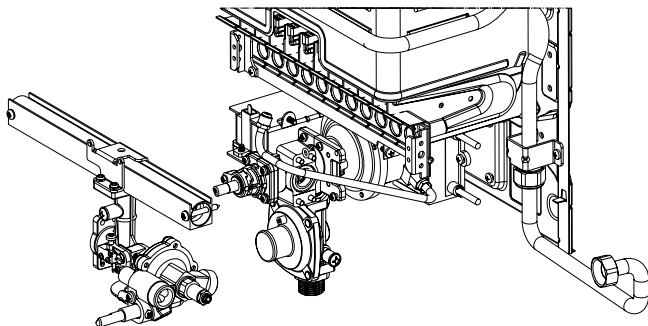

Рисунок 14
- 2.8.7 Аккуратно снимите коллектор горелки с водяным блоком, перемещая его вдоль штока водогазового блока (рисунок 14).